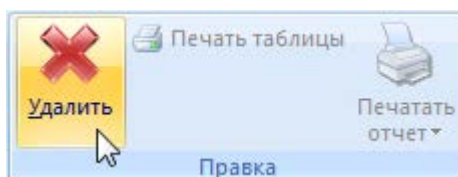

Рис. 13-423 – Кнопка «Удалить» панели «Правка»
4) Нажать кнопку «Удалить» панели «Правка» (рис. 13-423).